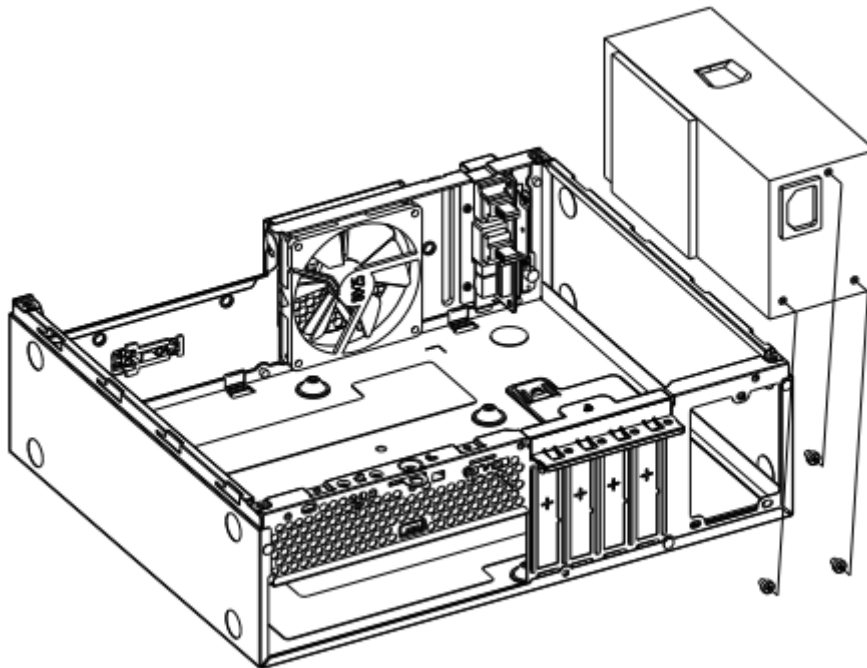

Рисунок 7 - Монтаж блока питания в системный блок
2. Закрепите блок питания закрутив 3 винта на боковой панели (Рисунок 7).